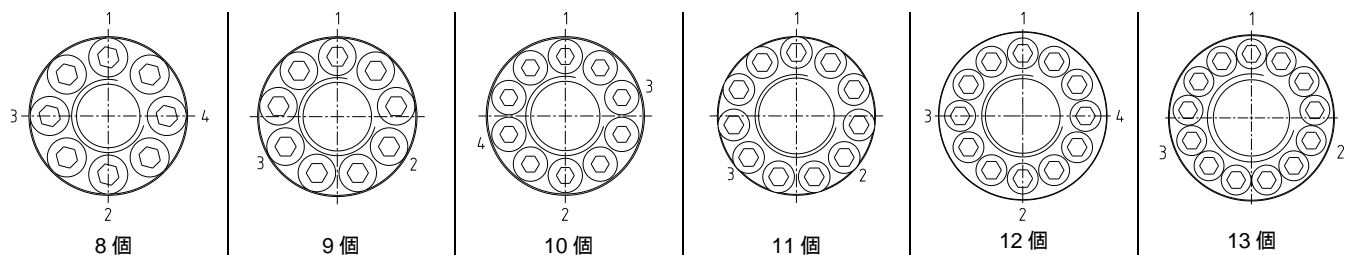

図 6: プレッシャースクリューの締付
- 図 6 で番号が記載されたプレッシャースクリューを手で締付けて下さい。
- 手で締付けたプレッシャースクリュー(図 6)を表 2 に記載された規定の締付トルクの半分の値で締付けて下さい。その後、規定値で締付けて下さい。